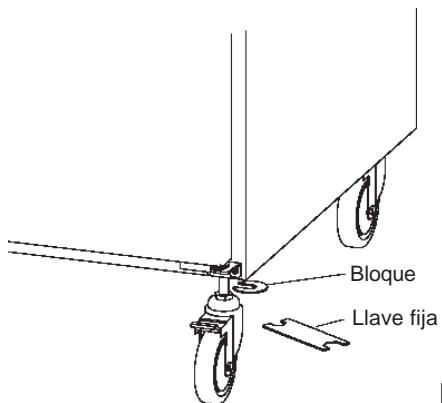

Fig. 4
- 6) Nivele el refrigerador/congelador tanto respecto del eje lateral como del anteroposterior. Para ajustar la altura de la unidad, introduzca los espaciadores (accesorio) en las uniones de las ruedas giratorias. Utilice la llave fija (accesorio) para aflojar o apretar las ruedas giratorias. Tras nivelar la unidad, apriete las ruedas giratorias de forma segura. Bloquee los frenos de las ruedas giratorias delanteras. Consulte Fig. 4.